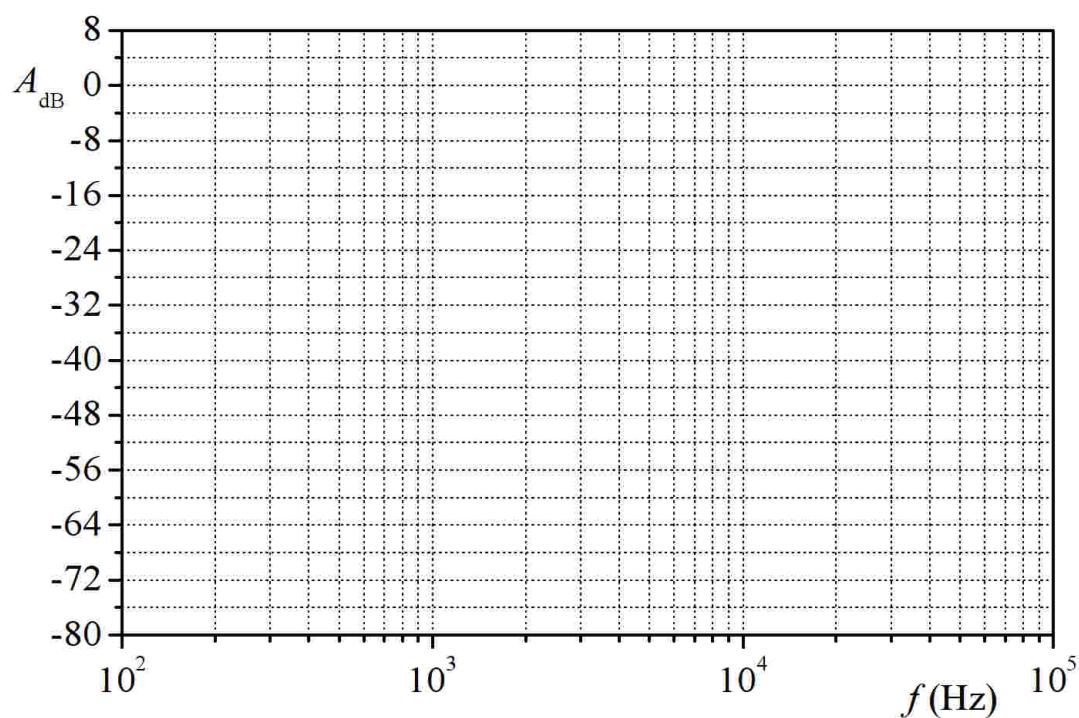

Figura 4: Diagrama de Bode del filtro activo.
- Midiendo la ganancia del filtro entre los 100 Hz y los 100 kHz, trazar en la Figura 4 el diagrama de Bode de este circuito. Indicar en la gráfica la frecuencia de corte.